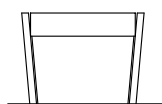

図5-3 寸法以下のイメージ
- 図5-3のように間口下端(※2)の寸法が許容範囲より小さくなった場合は、シャッターが取付けられなかったりシャッター取付け後に異音やキズが発生して正常に作動しなくなる場合があります。